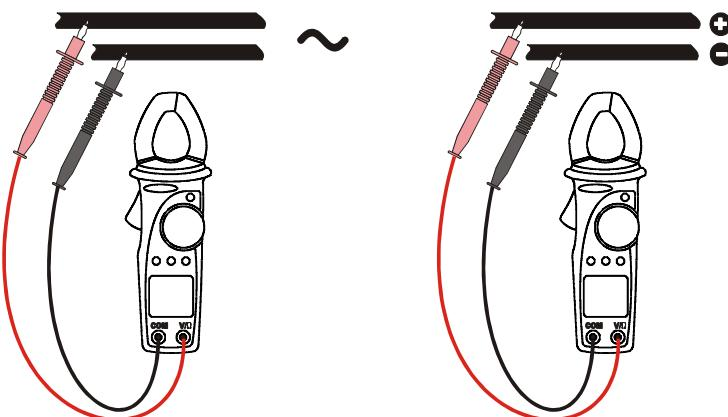

Fig. 4: medida de voltaje CA    Fig. 5: medida de voltaje CC
2. Inserte el cable rojo en el terminal de entrada V/Ω y el cable negro en el terminal de entrada COM (vea Fig. 4 o Fig. 5). Para operar con más comodidad use el capuchón de goma para alojar la punta roja (vea Fig. 3).